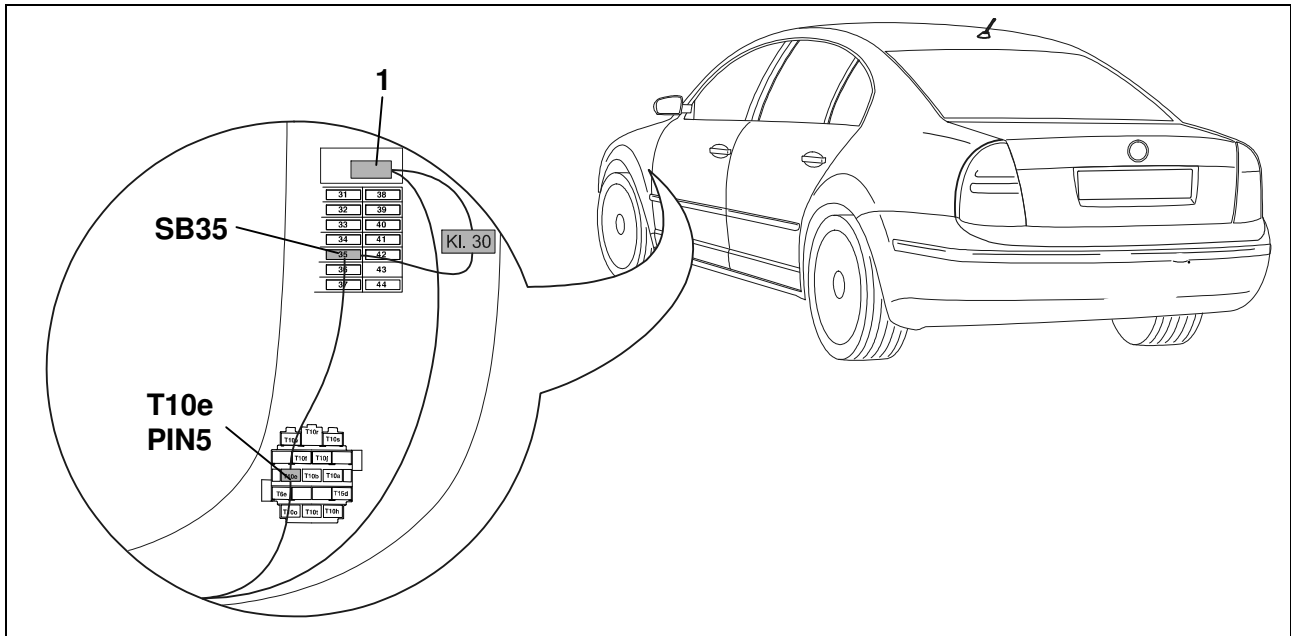

Abb. 2: Einbauübersicht
15. Die rote kurze Leitung (Dauerstrom) an der Buchse T10e am Pin 5 (Abb. 2) anschließen.
18. Das zweite Leitungsende am Sicherungsblock SB 35 (Abb. 2) anbringen.
19. Mit der zweiten roten Einzelleitung eine Verbindung von der Buchse T10e, Pin 5 zum Sicherungsblock SB 35 (Abb. 2) herstellen. Eine Sicherung 30A in Position 35 einstecken.
20. Die Ringöse am Anschluss 30a (Abb. 2) befestigen.